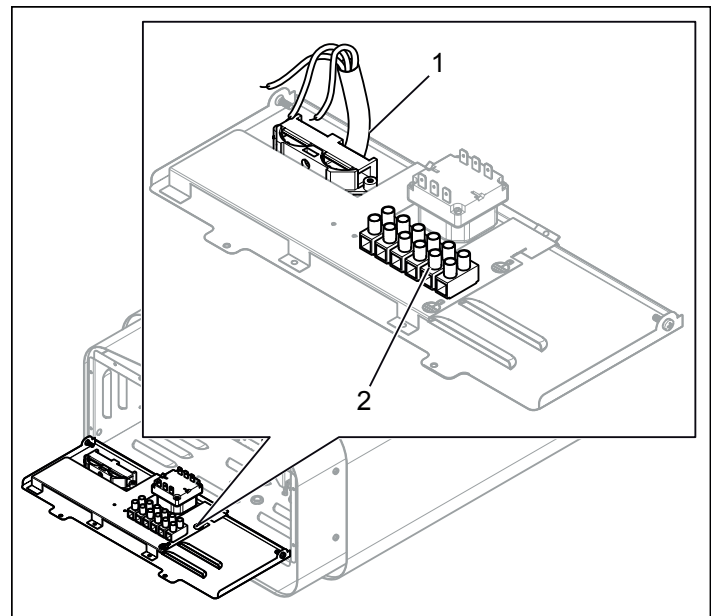

Abb. 10: Stromanschluss
3. Verbinden Sie das Elektrokabel (siehe Abbildung 10), wie im Schaltplan gezeigt (siehe Abbildung 18-23).